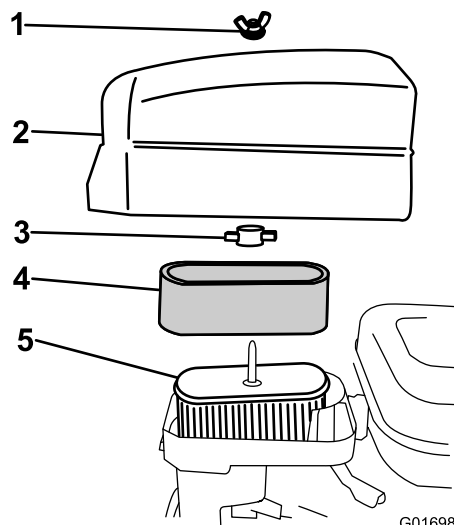

Figure 29
- Si l'élément en mousse est encrassé, sortez-le de l'élément en papier (Figure 29) et nettoyez-le soigneusement comme suit :